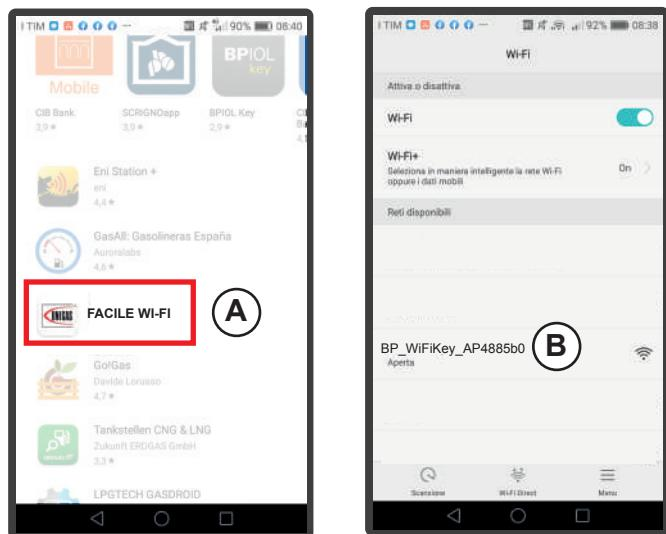
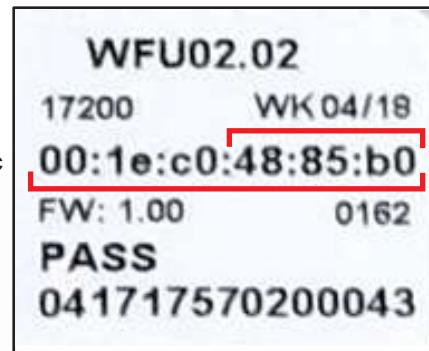

Рис.1
Рис.2
1.2 - Используя Android устройство (мобильный телефон или планшет), подключитесь к сети Wi-Fi (B), генерируемой Wi-Fi-модулем горелки (рис. 1). Имя сети, генерируемой модулем, показано на этикетке Wi-Fi модуля (рис. 2).
Если устройство WI-FI распозналось, то в “MAC-адрес устройства” (F) появится полный адрес WI-FI модуля (в примере 00:1e:c0:48:85:b0 (рис. 2))
- Выберите местную сеть WI-FI (G)
- Введите пароль от местной сети (H)